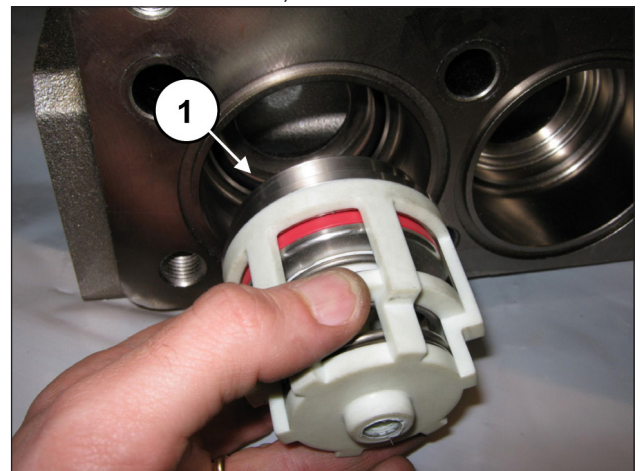

Abb. 151
Setzen Sie die Saugventilgruppe ein (Pos. ①, Abb. 151).